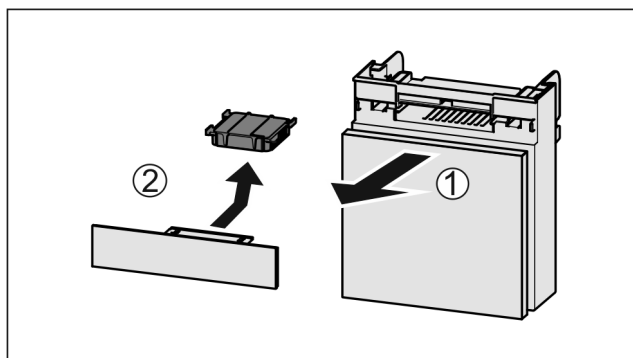

Fig. 109
► Predal izvlecite Fig. 109 (1) naprej.
► Odstranite Fig. 109 (2) aktivni ogljeni filter.